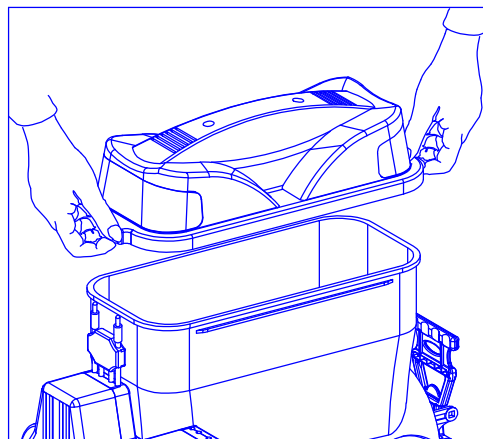

Fig. 11a
6.2 Desmontaje de la tapa (fig. 11a)